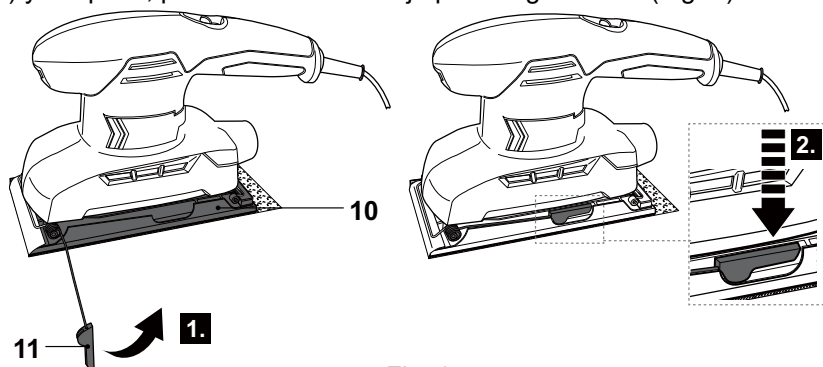

Fig. 6
- > Levante la palanca de sujeción (11) hacia arriba a lo largo de la placa base (10) y después, presiónela hacia abajo para engancharla (Fig. 6).